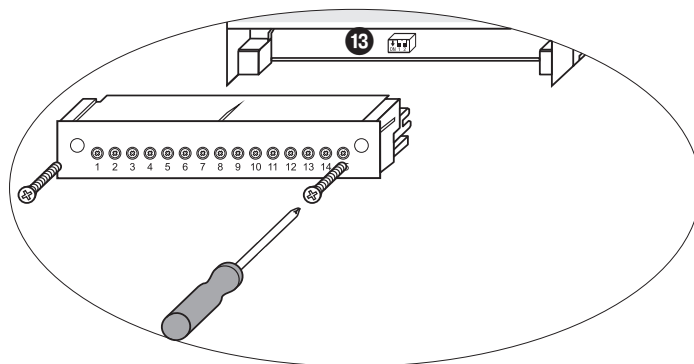

Fig. 9
- Bornier **inférieur** : desserrer les vis de fixation à droite et à gauche et retirer le bornier. **Fig. 9**